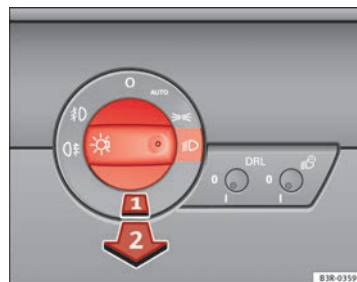

Fig. 83 Detalle del tablero de instrumentos: Conmutador de las luces
- Gire el interruptor de las luces ⇒ fig. 83 a la posición ☀.
- El interruptor de las luces ⇒ **fig. 83** **no** debe girarse hasta el símbolo .
- Tire del interruptor de las luces hasta el *primer* encastre **①**.
- El interruptor de las luces ⇒ **fig. 83** **no** debe girarse hasta el símbolo
- Ponga primero el interruptor de las luces ⇒ **fig. 83** en la posición o bien .
- Tire a continuación del interruptor de las luces hasta el segundo encastre **②** para conectar la luz trasera antiniebla.